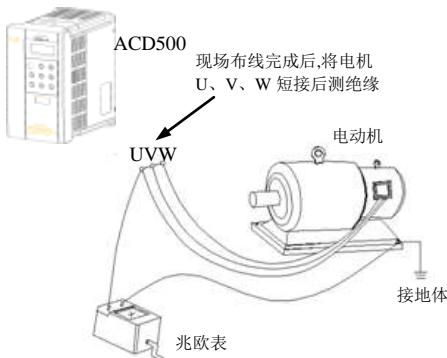

图 1-1 电机绝缘检查示意图
- (1) ACD500 系列变频器为电压型变频器，使用时电机的温升、噪声和振动与工频运行相比较略有增加，属正常现象。
- (2) 如果需要以低速恒转矩长期运行，必须选用变频电机。若使用一般的异步交流电机低速运行时，应监控电机温度或采取强制散热措施，以防烧毁电机。
- (3) 减速箱及齿轮等需要润滑的机械装置在长期低速运行时，可能由于润滑效果变差造成损坏，请事先采取必要措施。
- (4) 若超过电机额定频率运行时，除了考虑电机的振动、噪音增大外，还必须确保电机轴承及机械装置的使用速度范围，请务必事先确认。
- (5) 对于提升设备和大惯性之类的负载，变频器常会因产生过流或过压故障而跳闸，为保证正常工作，应考虑选配适当的制动组件。
- (6) 应通过端子或其它正常的命令通道对变频器进行起停控制。严禁在变频器输入侧使用接触器等强电开关直接频繁起停操作，否则会造成设备损坏。
- (7) 如果需要在变频器输出和电机之间安装接触器等开关器件，请确保变频器在无输出时进行通断操作，否则可能会损坏变频器。
- (8) 变频器在一定的输出频率范围内，可能会遇到负载装置的机械共振点，可设置跳跃频率来避开。
- (9) 使用前，应确认电源电压在允许的工作电压范围之内，否则应做变压处理或订购特种变频器。
- (10) 在海拔高度超过 1000 米的条件下，变频器应降额使用，每增加 1500 米高度输出电流约降低额定电流的 10%。
- (11) 电机在首次使用或长时间放置后再使用之前，应做电机绝缘检查。请使用 500V 电压型兆欧表按图 1-1 所示进行检查，绝缘电阻不得小于 $5\text{ M}\Omega$ ，否则有损坏变频器的可能。